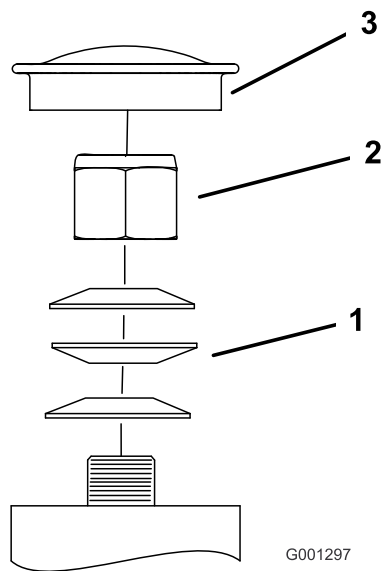

Figura 56
3. Retire el tapón guardapolvo de la rueda giratoria y apriete la contratuerca (Figura 56).
4. Apriete la contratuerca hasta que las arandelas de muelle estén planas, luego afloje ¼ de vuelta para establecer la pre-carga correcta de los cojinetes (Figura 56).
- Importante:** Asegúrese de que las arandelas de muelle están correctamente instaladas, según se muestra en Figura 56.
5. Coloque el tapón anti-polvo (Figura 56).